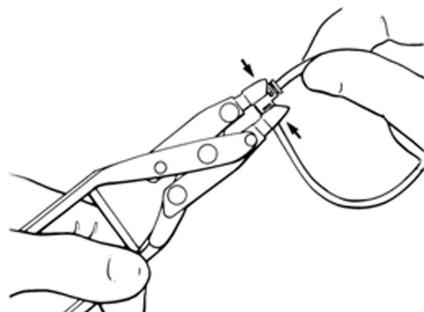

Figura 4-35. Uso de un conector en ángulo recto
- Use la herramienta dos veces, una vez en cada extremo. (**Figura 4-35**)